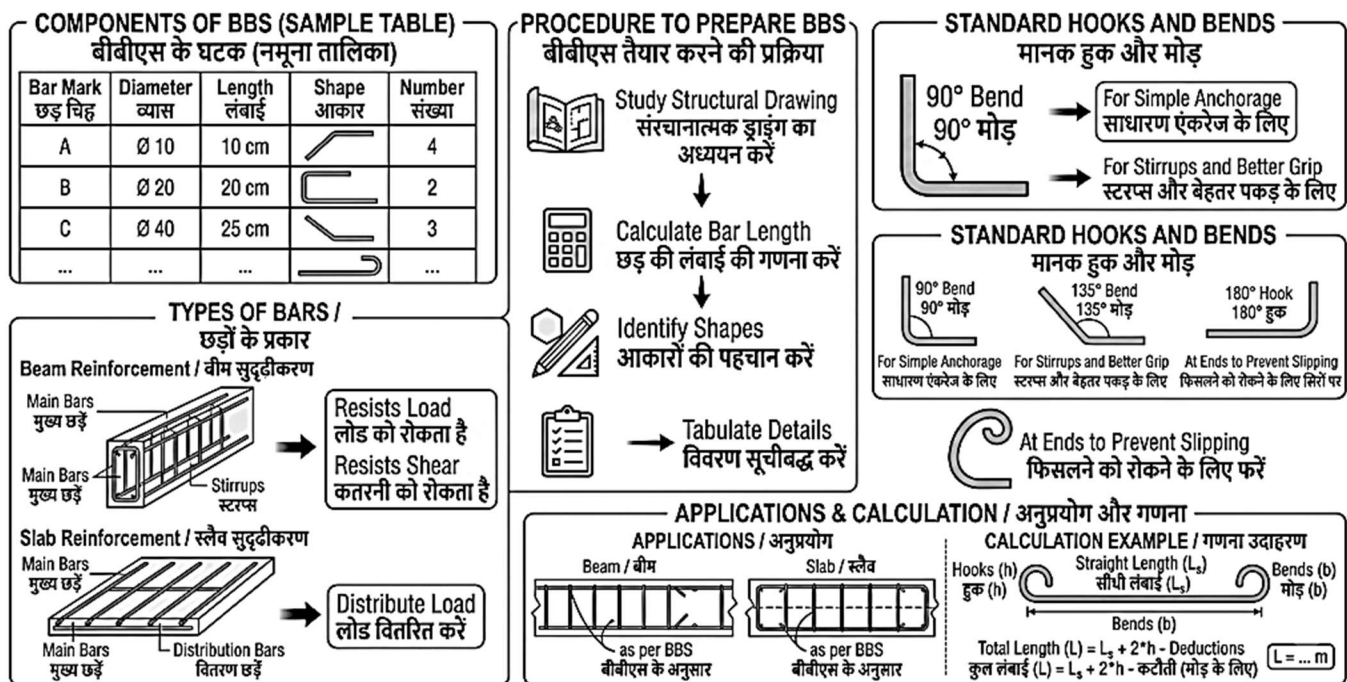

Fig. 5.6: Bar Bending Schedule (BBS) Preparation and Reinforcement Details | बार बेंडिंग शेड्यूल (BBS) तैयारी एवं सुदृढीकरण विवरण
5.6.1 Introduction to BBS (Fig.5.6)
5.6.1 BBS का परिचय (Fig.5.6)